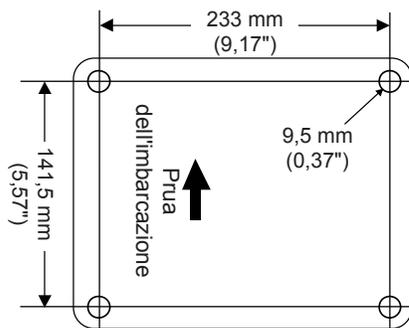

Figura 1
1. Dopo aver individuato un'adeguata posizione di montaggio, verificare che le posizioni dei fori di montaggio siano allineate sulla parte anteriore e posteriore, quindi praticare quattro fori da 9,5 mm (0,37") facendo riferimento al modello per il montaggio incluso o alla Figura 1 riportata di seguito. (Questa operazione non è necessaria se si utilizza un supporto preforato compatibile con Garmin o Raymarine®).